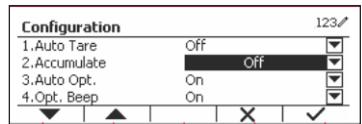

Figure 52
- Sélectionnez l'élément de la liste et appuyez sur le bouton multifonction correspondant à l'icône pour modifier les paramètres. (Voir Figure 52)